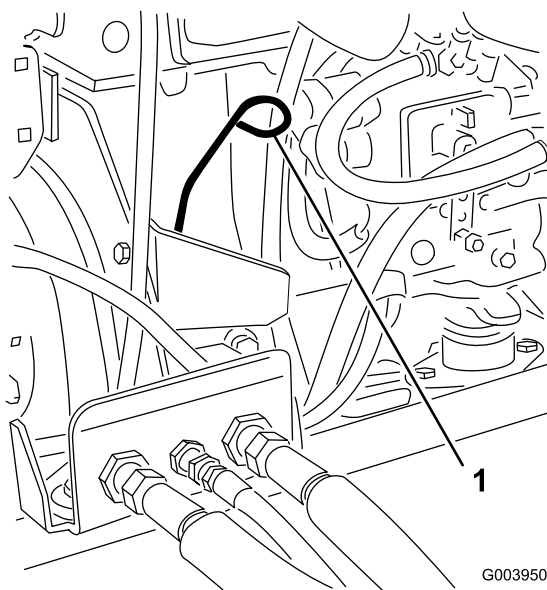

Figure 75
3. Retirez la jauge, essuyez-la sur un chiffon et remettez-la en place (Figure 75).